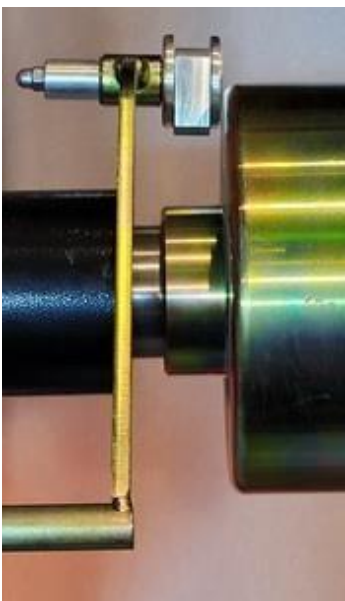

Рис. 22.1
22.1.1. Калибровка тракта измерения дистанции. Для оценки погрешности устройства ввода дистанции выдвиньте штангу ввода параметров и уприте наконечник рукоятки в задний торец фланца вала (рис. 22.1). При этом на экране ввода геометрических параметров (см.